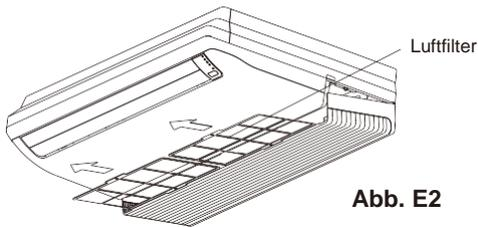

Abb. E2
2. Entnehmen Sie den Luftfilter (siehe Abb. E2).